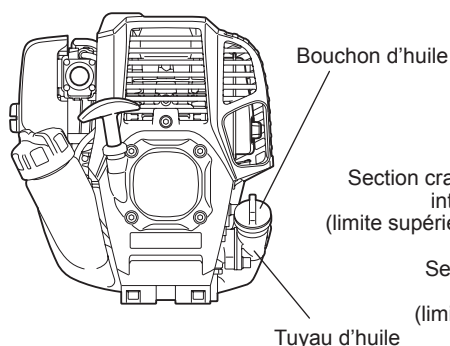

Fig. 1
- Placez le moteur de niveau, retirez le bouchon d'huile (Fig. 1) et vérifiez si le niveau d'huile est entre les repères de limite supérieure et inférieure sur le tuyau d'huile (Fig. 2).